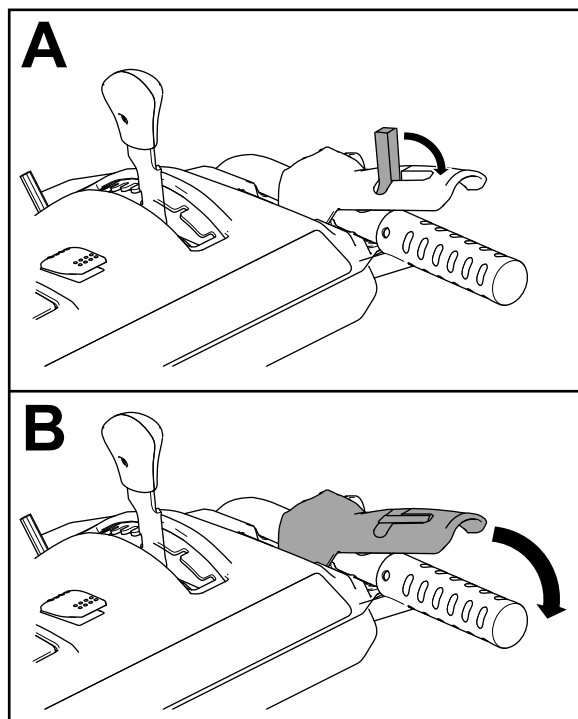

Figura 22
1. Para engatar a broca/hélice, mova o interruptor de bloqueio para trás na alavanca, depois aperte a alavanca direita (broca/hélice) para a pega Figura 22.